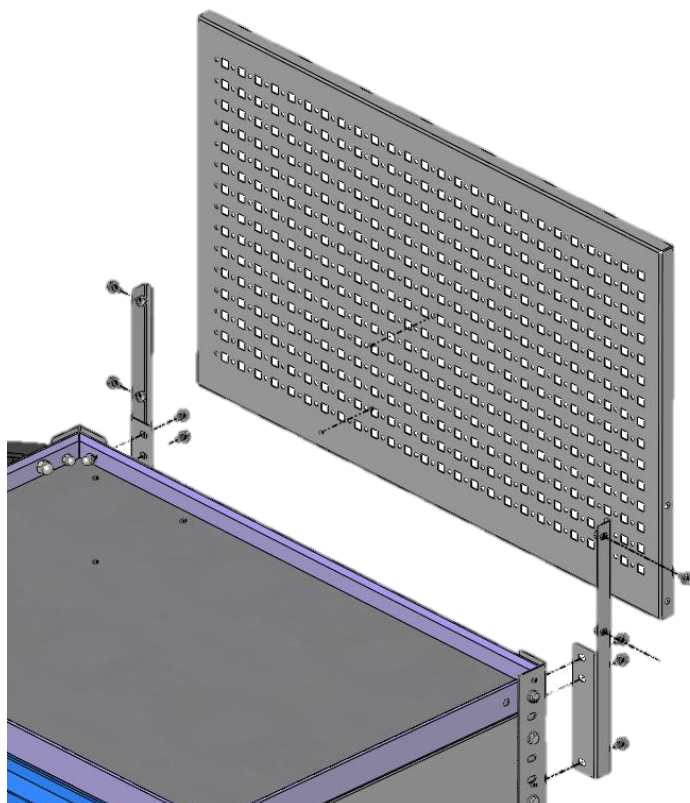

Рис.4
5.4 Установка дополнительного элемента – перфорированного экрана (рис. 4).
5.4.2 С одной стороны экрана перфорированного присоединить кронштейн левый, с другой стороны – кронштейн правый. Соединить отверстия на кронштейнах (рис.4) с гайками-клепками тележки.